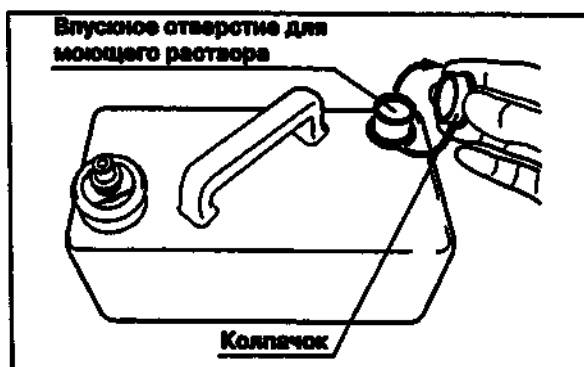

Рис. 4.58
4. Снимите колпачок с горловины впускного отверстия для моющего раствора (см. рис. 4.58).